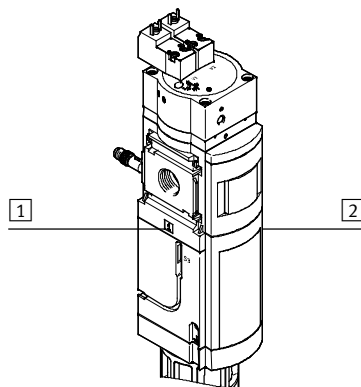

Fig. 6 Durchflussrichtung
- Durchflussrichtung von Anschluss 1 zu Anschluss 2 beachten. Als Orientierung dienen die Ziffern **1** und **2** auf dem Gehäuse des MS6-SV-D (→ Fig. 6).